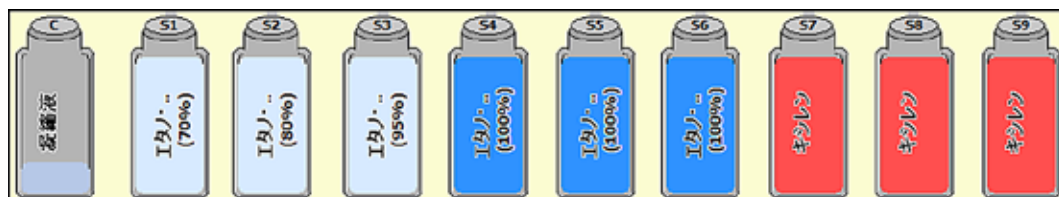

図 50
- 試薬ボトルは「S1」から「S9」までの名前が付けられています (図 50)。凝縮液ボトル「C」は左にあります。